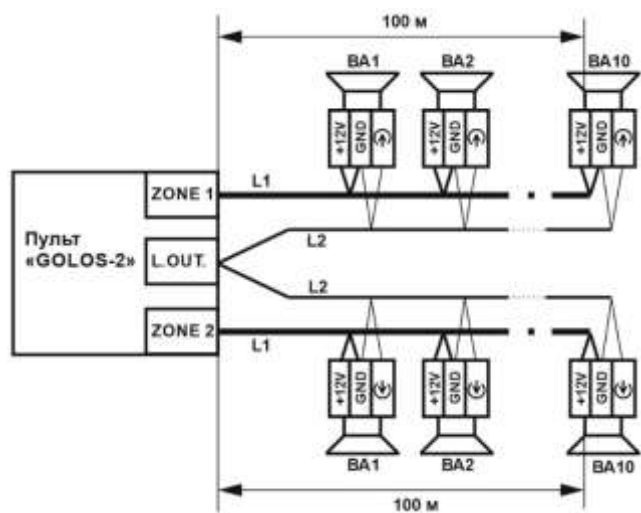

Рисунок 5.
2. «-» зоны и GND соединять в клеммной колодке громкоговорителя (рисунок 5).
3. Количество громкоговорителей «FONTE» F-6-12A (BA) на одну зону – 10 шт., не более
- Длина линии (рисунок 5) одной из зон (ZONE1/2) – 100 метров, не более.